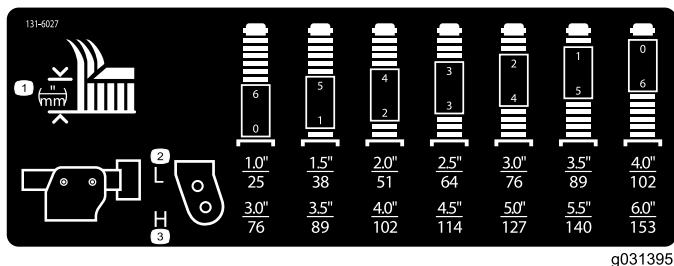

Figura 20
3. Coloque os eixos da roda giratória nos mesmos orifícios em todas as forquilhas da roda giratória; consulte a tabela para determinar os orifícios corretos para a definição da altura de corte (Figura 20).